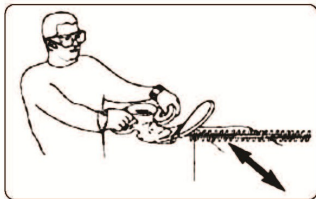

FIG. 38
**SETOS PAREJOS.** Para lograr setos excepcionalmente parejos, se sugiere extender una cuerda a lo largo de los setos a modo de guía.. (Fig. 38)